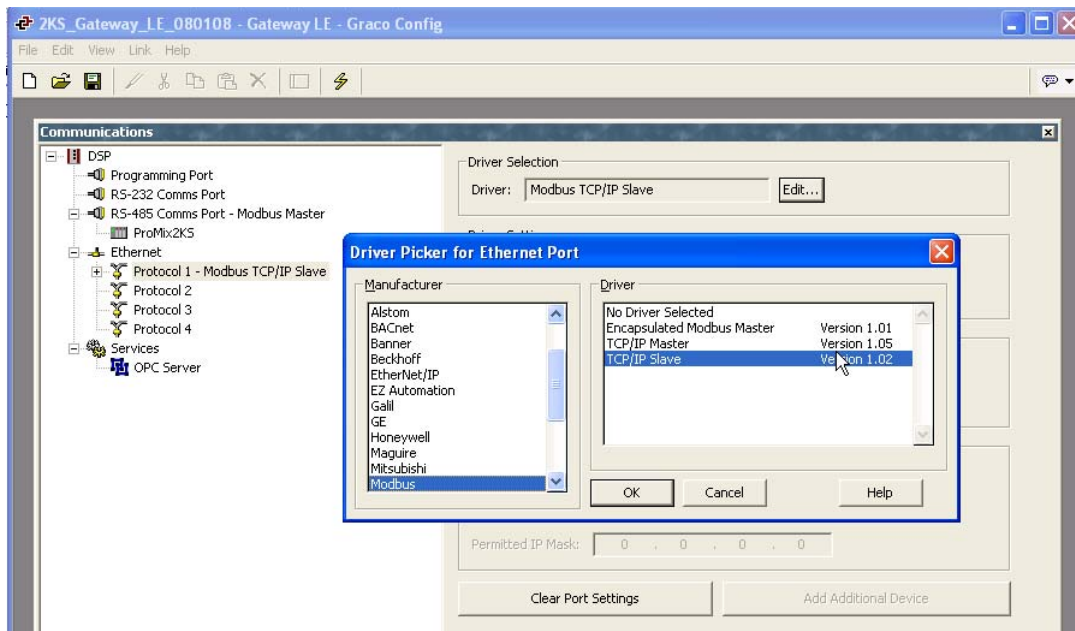

FIG. 20 : Sélection d'un protocole
2. Voir la FIG. 20. Mise en surbrillance du protocole 1. Cliquez sur le bouton Edition situé à droite de la fenêtre pour ouvrir la fenêtre Sélecteur de pilotes. Choisissez un protocole parmi ceux indiqués dans